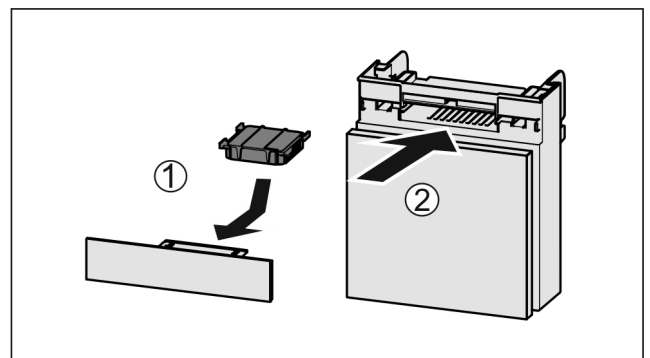

Fig. 127
- ▶ Wkładać Fig. 127 (1) filtr z węglem aktywnym zgodnie z ilustracją.
- ▶ Wsunąć komorę Fig. 127 (2).